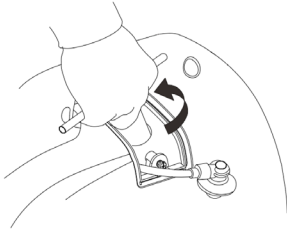

Fig. 24 – Removendo a vela
5. Com o auxílio de uma chave de vela remova a vela (fig. 24);